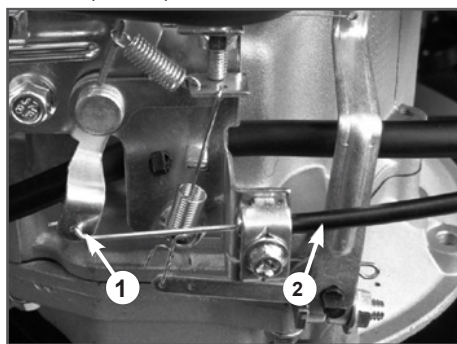

Рис. 6 Крепление троса газа
2. Вставьте Z-образный конец троса газа 1 в отверстие на рычаге управления оборотами двигателя, а оболочку 2 троса газа закрепите скобой крепления (Рис. 6).
3. Отрегулируйте трос газа изменением положения точки крепления оболочки 2 троса газа относительно скобы крепления (Рис. 6).